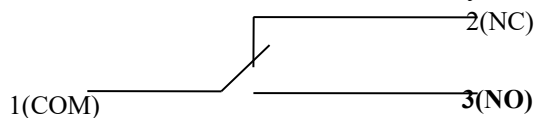

Рис. 4 – схема контактов реле разъема сигнализации.
Если на ИПС подано электропитания, ИПС не перегрет, есть ток или напряжение в обоих каналах, если выходной ток для каждого канала не превышает тока контроля вакуума (I_{kv}), то реле разъема сигнализации 7 срабатывает и происходит замыкание контактов 1(COM) и 3(NO), а контакты 1(COM) и 2 (NC) размыкаются (см. схему контактов на рис. 4). Если какое-либо из условий нарушено происходит размыкание контактов 1(COM) и 3(NO), а контакты 1(COM) и 2 (NC) замыкаются. Сигнал об аварии может быть выведен на звонок или иную систему сигнализации.